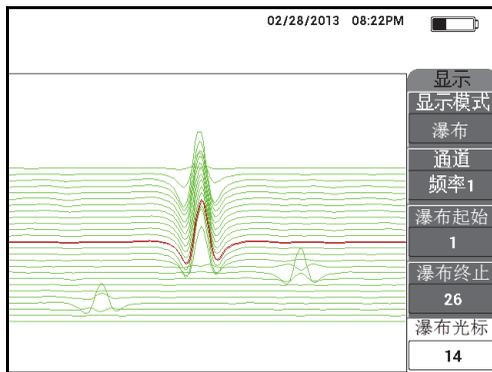

图 5-69 使用瀑布光标
15. 当瀑布显示正确时，将**瀑布光标**（功能键 E）设置在两个关键层之间边界的估算位置上，然后在继续完成扫查运动的过程中，可以对**瀑布光标**进行调节（参见第 165 页的图 5-69）。